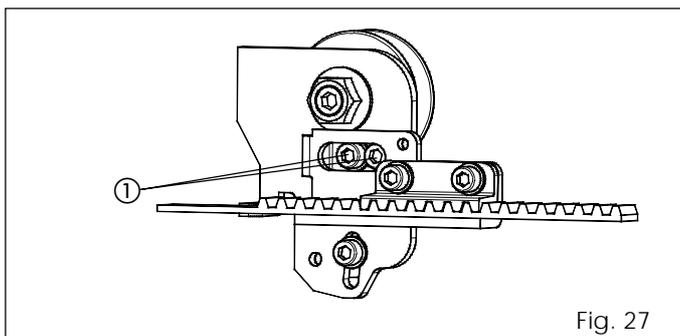

Fig. 27
- Allentare le due viti (fig. 27 rif. ①) su entrambi i carrelli.